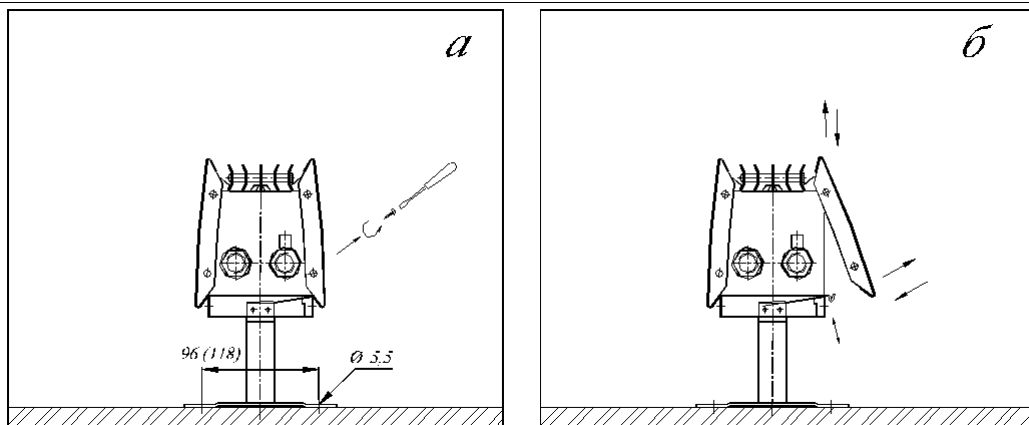

Рис.8
- 5.4. Снять лицевую панель предварительно открутив винты на боковых сторонах конвектора и освободив нижний край панели от фиксаторов. (Рис. 8.)